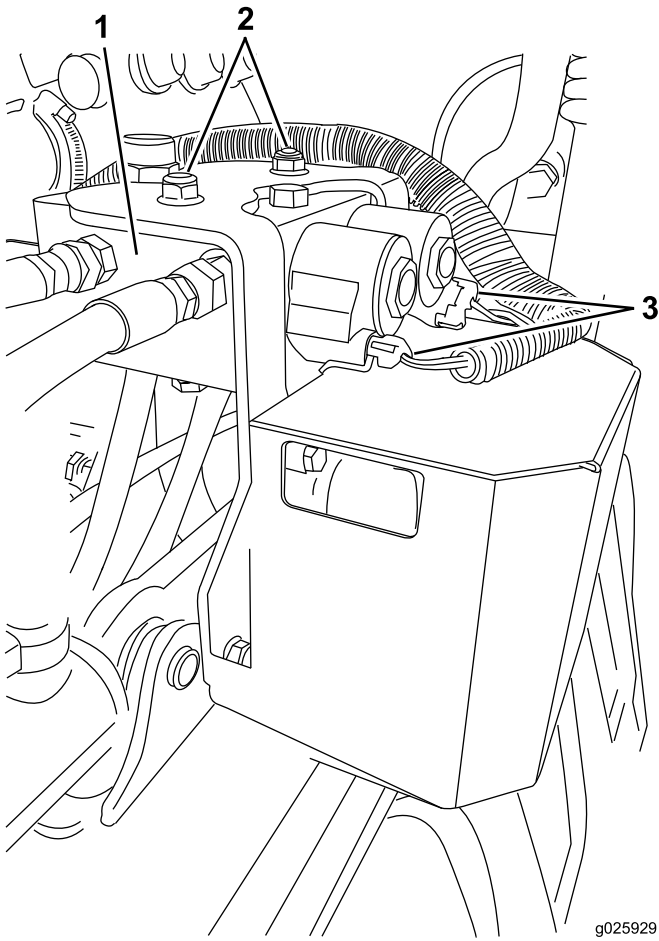

Bild 17
4. Verlegen Sie den Kabelbaum zum Hydraulikverteiler (Bild 17).